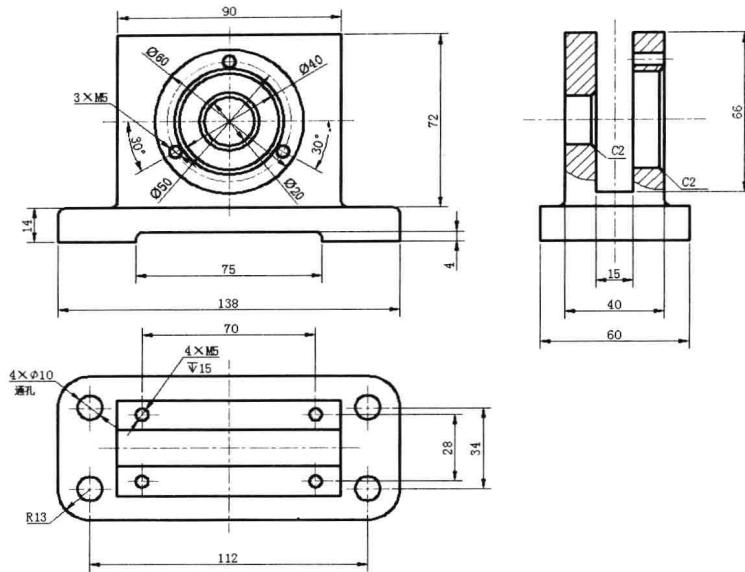

图 11-1-25
(28) 在文字输入框中按粘贴快捷键“**Ctrl+V**”，粘贴孔深标记符号，并输入孔深数值，单击“关闭文字编辑器”按钮~~X~~，结束多行文字操作。尺寸标注如图 11-1-25 所示。